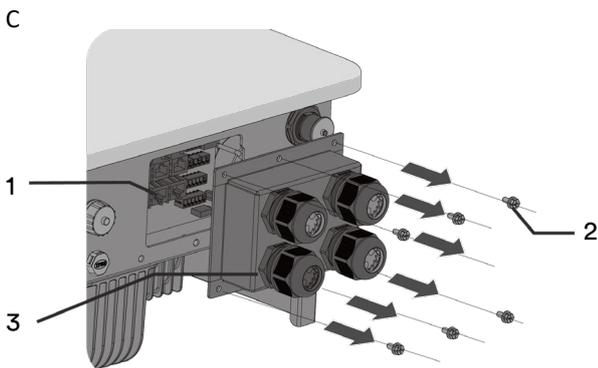

Abb. 50. Entfernen der Abdeckung für Schnittstellenanschlüsse.
1. Entfernen Sie die Abdeckung der Schnittstellenanschlüsse vom Wechselrichter – bewahren Sie die Schrauben sicher auf (siehe Abb. 50) [$M4 \times 1,6 \text{ Nm}$].